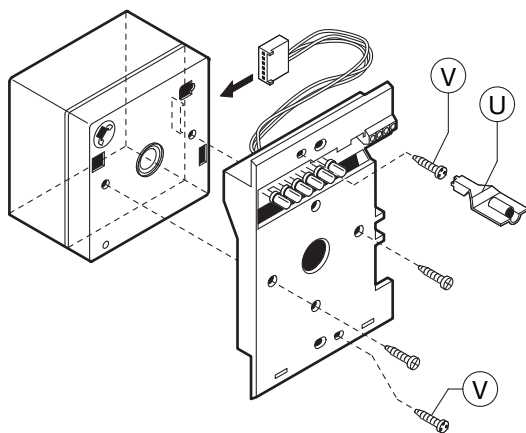

Fig. 4
7. Fissare la telecamera Sch. 725/640 all'unità di ripresa per mezzo delle viti "**V**" (fig. 4).
Per il fissaggio dell'unità di ripresa, utilizzare le viti antifurto a 3 fori "**V**" fornite a corredo con l'utensile "**U**" per l'avvitatura (fig.4).